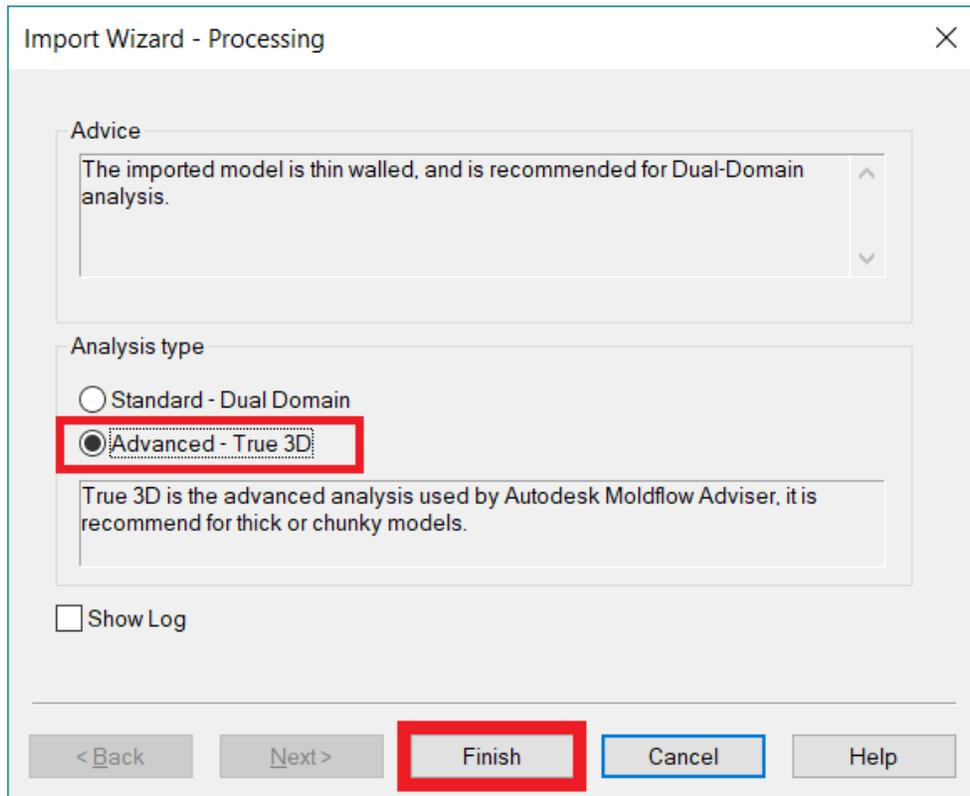

Figura 6.47 Procesamiento de la pieza.
- En la ventana **Import Wizard-Processing**. Seleccionar **Advanced-True 3D** (Figura 6.47).